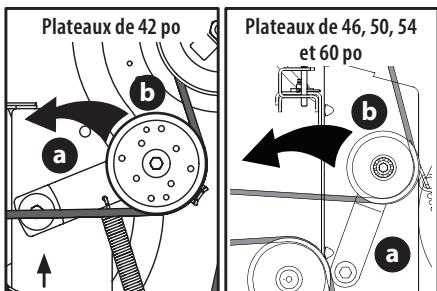

Figure 37
- a. Utilisez le bouton et la pédale de relevage du plateau de coupe pour positionner le plateau de façon que la courroie qui passe entre les poulies de tension et la poulie de la prise de force soit aussi horizontale que possible (sous le moteur) (Figure 37).
- b. Placez-vous à côté de l'appareil de façon à faire pivoter le support (a) de la poulie de tension et la poulie de tension (b) vers l'arrière jusqu'à ce que vous puissiez soulever la courroie par-dessus la poulie de tension (Figure 37).